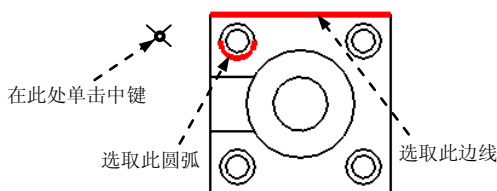

图 5.2.63 选取边线和圆弧
Step3. 此时系统弹出 **ATTACH TYPE (依附类型)** 菜单，采用系统默认的 **On Entity (图元上)** 命令，选取图 5.2.63 所示的边线，再选取图 5.2.63 所示的圆弧，在图 5.2.63 所示的位置单击中键。